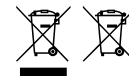

Fig. 1 Fig.2
4. Le symbole (conteneur déchets à roues barré - Fig. 1), si elle est représenté sur le produit ou sur l'emballage, indique que l'appareil arrivé à la fin de son cycle de vie doit faire l'objet d'une collecte sélective.